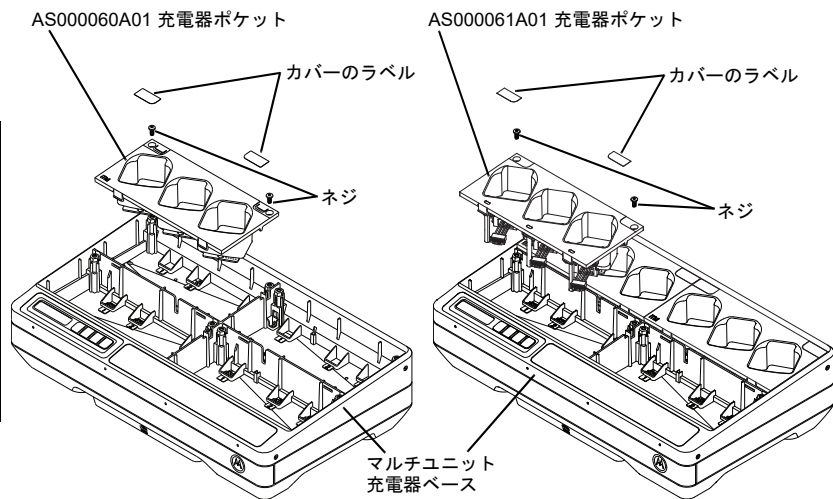

図 7: 充電ポケットの取り付けと取り外し
4. コネクタをまっすぐ上に引っ張ってポケットハーネスを外します (図 7 を参照してください)。